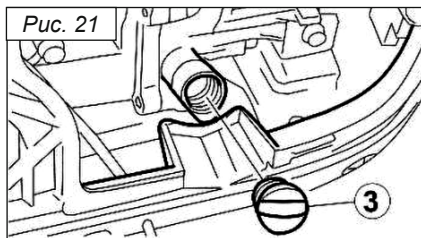

Рис. 21
3. Снимите крышку маслозаливной горловины ③, рис. 21.